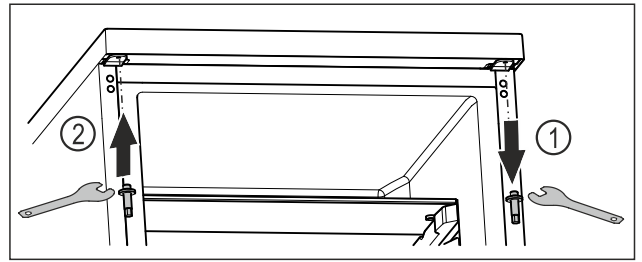

Fig. 14
- ▶ Відкрутіть верхній болт за допомогою шестигранного ключа. Fig. 14 (1)
- ▶ Затягніть болт із протилежного боку за допомогою шестигранного ключа. Fig. 14 (2)